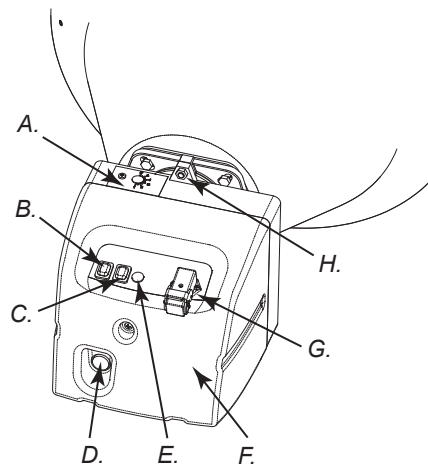
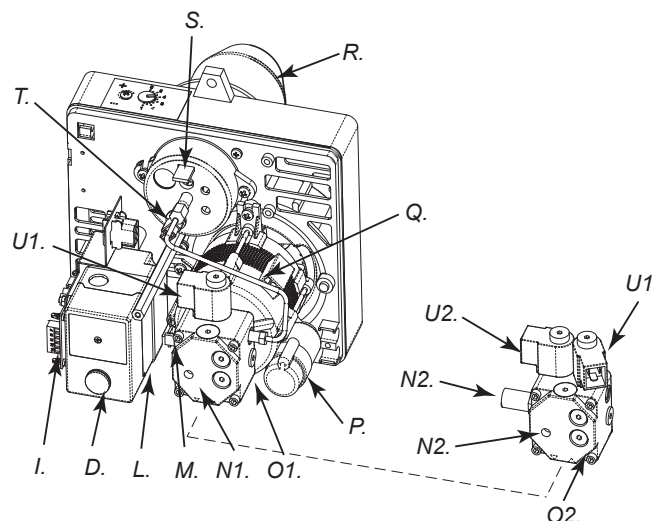

Abbildung 5 - Schaltung
Abbildung 6 - Brennerkomponenten
Den Schalter (B Abb. 5) in Position ON (I) bringen. Die Vorventilation schaltet sich ein. Nach ca. 10 Sekunden beginnt die Verbrennung.
ACHTUNG: Vor die Ausschaltung achten sie das die Taste (C Abb. 5) in Position  ist.
Um die maximale Stärke zu erreichen, bringen sie die Taste (C Abb. 5) in Position ( ).
Bei der ersten Inbetriebnahme oder nach der vollständigen Entleerung der Brennstoffleitungen, kann der Brennstofffluss an der Düse unzureichend sein und zum Einschreiten der Sicherheitsvorrichtung führen, welche die Flamme kontrolliert (siehe Absatz „SICHERHEITSVORRICHTUNG“). Diese schaltet das Heizgerät aus. In diesem Fall warten Sie bitte etwa eine Minute, drücken dann den RESET-Knopf (D Abb. 5 or 6) und schalten den Apparat erneut ein.
2. Den RESET-Knopf (D Abb. 5 or 6) drücken.
Den Schalter (B Abb. 5) in Position OFF (O) bringen oder, falls angeschlossen, das Umgebungsthermostat oder die Kontrollvorrichtung (Timer) richtig einstellen. Die Flamme erlischt und die Ventilation wird fortgesetzt bis die Nachventilation (Abkühlung) abgeschlossen ist.
Das Gerät ist mit einer Sicherheitsvorrichtung (L Abb. 6) ausgestattet, welche die Flamme kontrolliert. Wenn Unregelmäßigkeiten während des Betriebes auftreten, bewirkt diese Vorrichtung die Störabschaltung des Brenners und das Aufleuchten des RESET-Knopfes (D Abb. 5 und 6).
- Bauen Sie den Brennercoffer ab (F. Abb. 5), die Pumpe des Brenners (O. Abb. 6) kennzeichnen.
- Die Schraube (H Abb. 5) lösen, welche den Brenner (A Abb. 3) am Verbrennungsraum festhält.